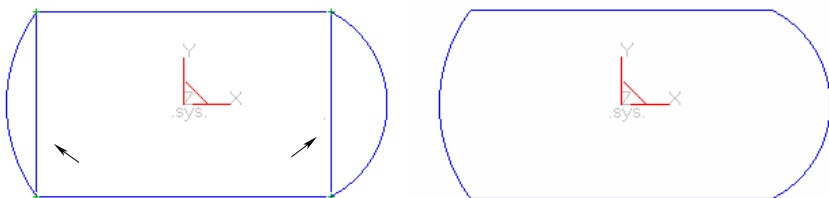
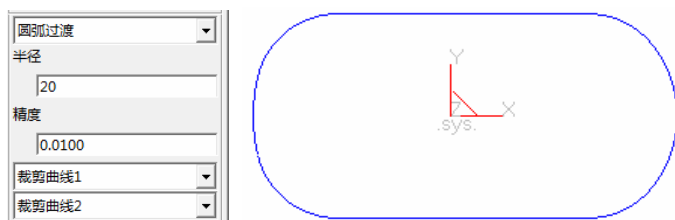

图 8-78 删除直线
图 8-79 倒圆角
5) 选择图 8-78 所示的直线, 按 Delete 键删除, 结果如图 8-78 所示。
6) 选择下拉菜单“造型”→“曲线编辑”→“曲线过渡”命令, 或者单击“线面编辑栏”工具栏上的“曲线过渡”按钮, 在立即菜单中选择“圆弧过渡”, 输入半径 20mm, 选择是否裁剪曲线 1 和曲线 2, 依次拾取图 8-78 所示的圆弧和直线, 完成倒圆角, 如图 8-79 所示。